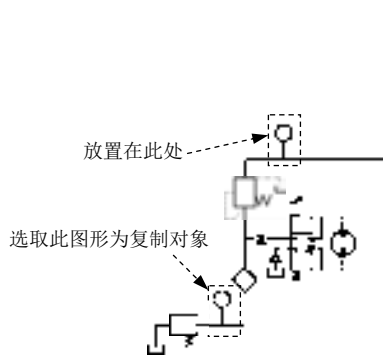

图 17.8.42 复制图形 (四)
(6) 关闭正交显示模式，用 **修改(M)** → **复制(C)** 命令，选取图 17.8.42 所示的图形为复制对象，将其放置在图中所示的位置。